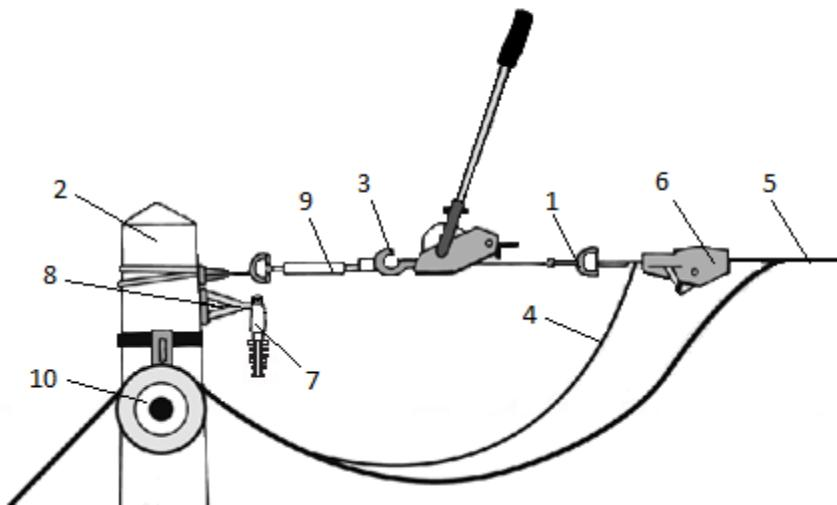

Рис. 2. Схема монтажа СИП с применением ручной лебедки РТ 500
Производится предварительная натяжка СИП через ролик раскатки СИП RT5. На рис.2 показан монтаж СИП с несущим проводом (4), который фиксируется в анкерном зажиме (7) либо в монтажном зажиме типа SCT 50.70. После фиксации монтажного зажима (6) на жгуте СИП (5) в ушко на зажиме пропускается подвижный крюк лебедки (1), и жгут подтягивается к кронштейну в верхней части опоры.